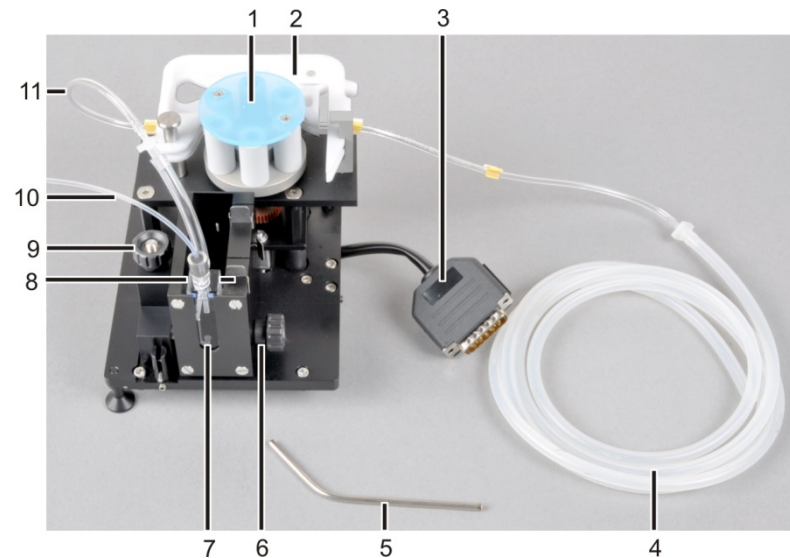

Abb. 69 Aufbau des Kassetten-Sipper-Systems
6. Den Reiter mit der Blattfeder (8 in Abb. 69) auf den Platz stecken, der der Küvetten-schichtdicke entspricht.
8. Die Schlauchkassette am Pumpenkopf befestigen (Abb. 69).
9. Mit dem Exzenterhebel den Pumpschlauch so an die Rollen pressen, dass er völlig gequetscht wird. (2 in Abb. 69 S. 93)
- Nacheinander an den Schrauben für die vertikale Justierung und für die horizontale Justierung (9 und 12 in Abb. 69) drehen, bis das Licht mittig auf den Papierstreifen fällt.